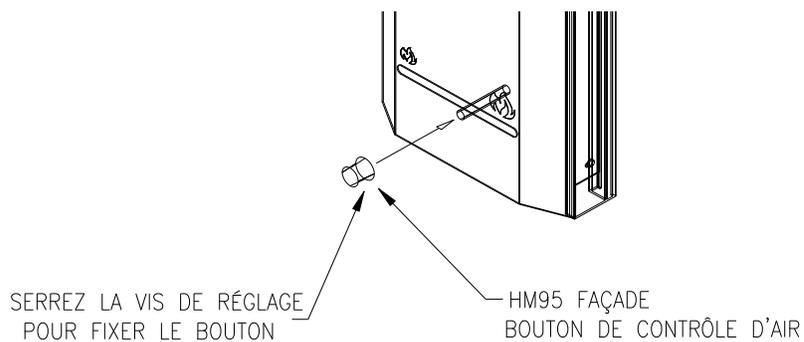

Figure 2.10
11. Ajoutez le bouton de la tige de régulation d'air (Figure 2.10).